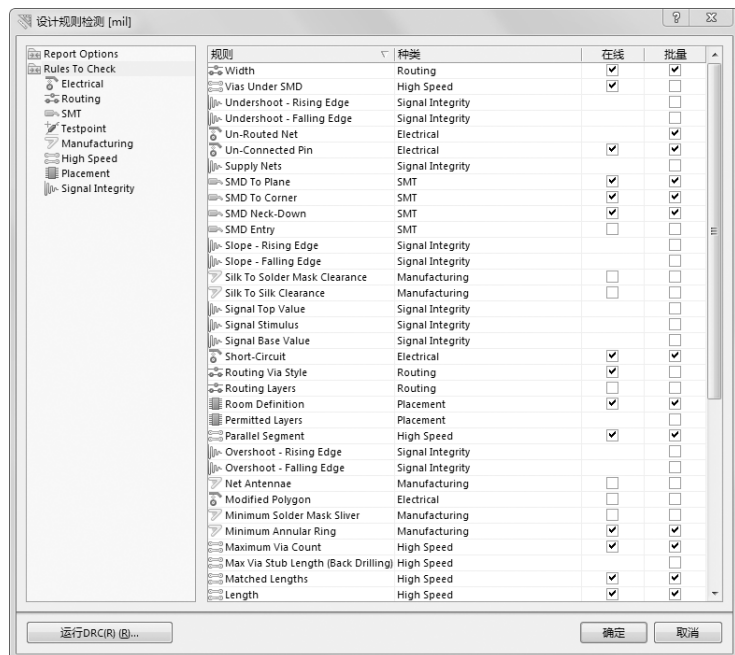
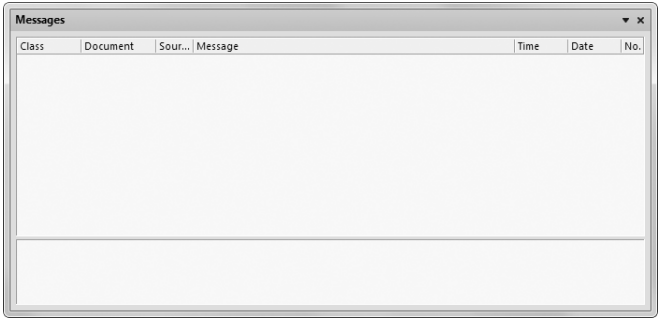

图 10-5 “Rules To Check” 选项卡
图 10-8 “Messages” 面板 2
在“设计规则检测”对话框左侧的列表中单击“Rules To Check”(检查规则)选项卡,即可显示所有可进行检查的设计规则,其中包括了 PCB 制作中常见的规则,也包括了高速电路板设计规则,如图 10-5 所示。例如,线宽设定、引线间距、过孔大小、网络拓扑结构、元件安全距离、高速电路设计的引线长度、等距引线等,可以根据规则的名称进行具体设置。在规则栏中,通过“在线”和“批量”两个选项,用户可以选择在线 DRC 或批处理 DRC。
通过批处理 DRC，用户可以在设计过程中的任何时候手动一次运行多项规则检查。在如图 10-5 所示的列表中我们可以看到，不同的规则适用于不同的 DRC。有的规则只适用于在线 DRC，有的只适用于批处理 DRC，但大部分的规则都可以在两种检查方式下运行。
(4) 再次选择菜单栏中的“工具”→“设计规则检查”命令，重新配置 DRC 规则。在“设计规则检测”对话框中，单击左侧列表中的“Rules To Check”（检查规则）选项。
(5) 在如图 10-5 所示的规则列表中，禁止其中部分规则的“批量”选项。禁止项包括 Un - Routed Net（未布线网络）和 Width（宽度）。
(6) 单击“运行 DRC”按钮，运行批处理 DRC。
(7) 系统再次执行批处理 DRC，运行结果在“Messages”（信息）面板中显示出来，如图 10-8 所示。可见重新配置检查规则后，批处理 DRC 检查得到了 0 项 DRC 违例信息，说明检查原理图确定这些引脚连接的正确性。
(1) 选择菜单栏中的“工具”→“设计规则检查”命令。
(2) 系统将弹出“设计规则检测”对话框，单击左侧列表中的“Rules To Check”（检查规则）选项，配置检查规则。
(3) 在如图 10-5 所示的规则列表中, 将部分“批量”选项中被禁止的规则选中, 允许其进行该规则检查。选择项必须包括 Clearance (安全间距)、Width (宽度)、Short - Circuit (短路)、Un - Routed Net (未布线网络)、Component Clearance (元件安全间距) 等, 其他选项采用系统默认设置即可。
(4) 单击“运行 DRC”按钮, 运行批处理 DRC。
(5) 系统执行批处理 DRC, 运行结果在“Messages”(信息) 面板中显示出来。对于批处理 DRC 中检查到的违例信息项, 可以通过错误定位进行修改, 这里不再赘述。